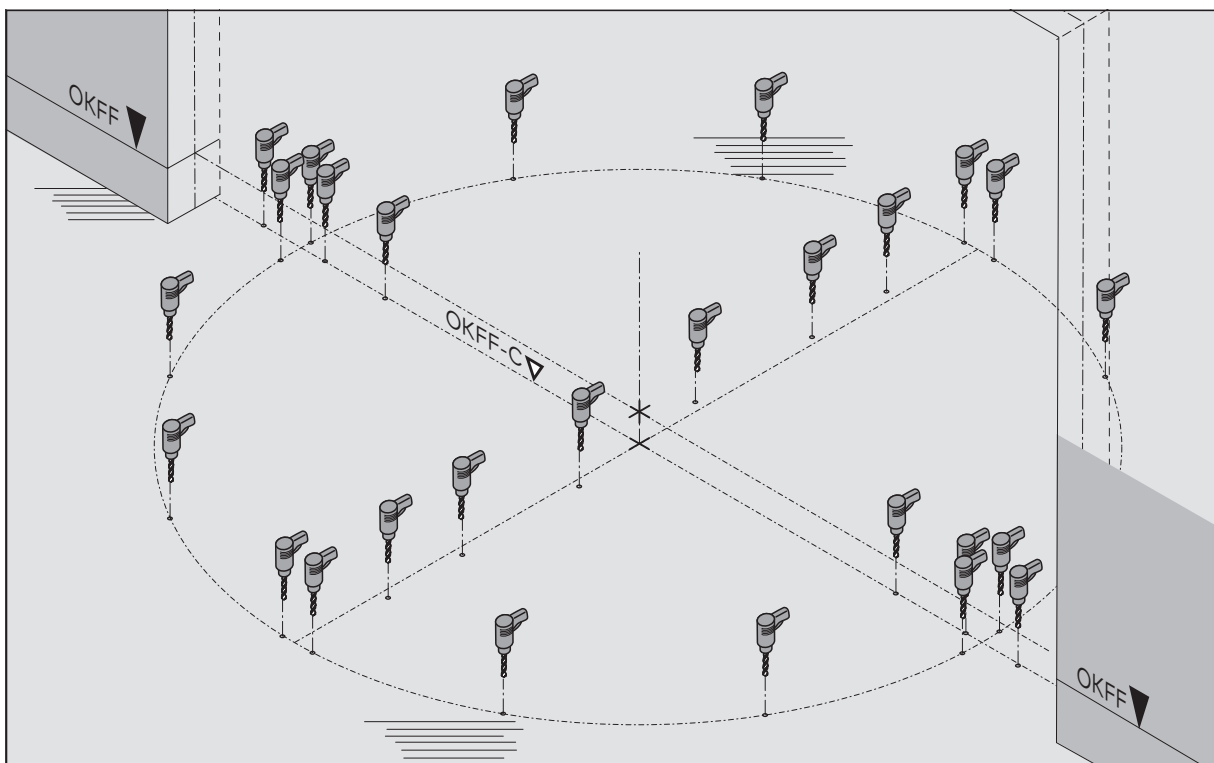

Abb. 11 Die Löcher bohren
7. Angezeichnete Bohrungen bohren (Abb. 11).